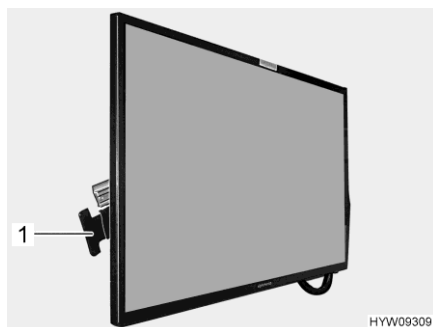

Fig. 60 Pantalla plana
- Presionar el tirador (Fig. 60,1) en el sentido a la pantalla plana y mantenerlo ahí. La pantalla plana está desbloqueada.